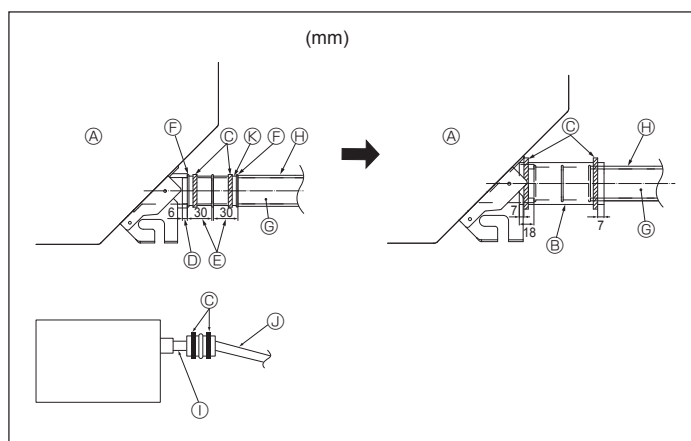

Fig. 5-2
1. Tilslut drænmuffen (følger med enheden) til drænporthen. (Fig. 5-2)